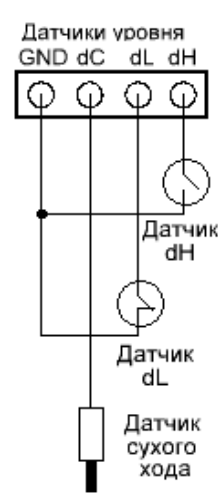

Рис.14
- датчик нижнего уровня – нормально замкнутый поплавок, датчик верхнего уровня – нормально разомкнутый поплавок (рис.14).
8.2.2 Алгоритм **A06**, нижний датчик – поплавок с замкнутым контактом при нижнем уровне, верхний – поплавок с разомкнутым контактом (рис.14).